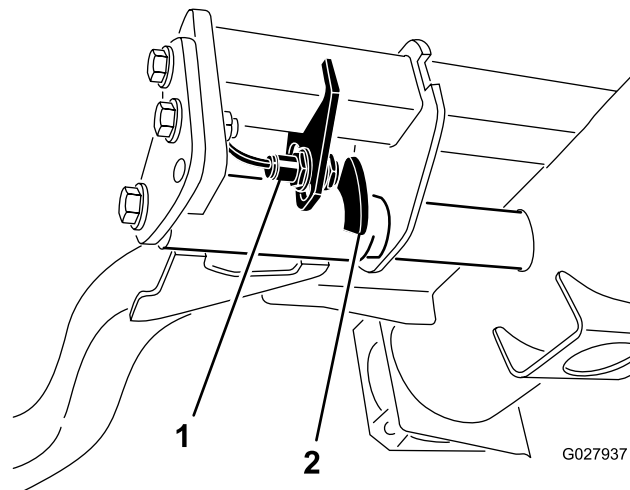

Figura 30
2. El interruptor del brazo de elevación está situado debajo del depósito de aceite hidráulico y detrás del brazo de elevación delantero derecho (Figura 30).
3. Afloje los tornillos de montaje del interruptor (Figura 30) y desplace el interruptor hacia abajo para aumentar la altura de giro del brazo de elevación, o hacia arriba para reducir la altura de giro del brazo de elevación.